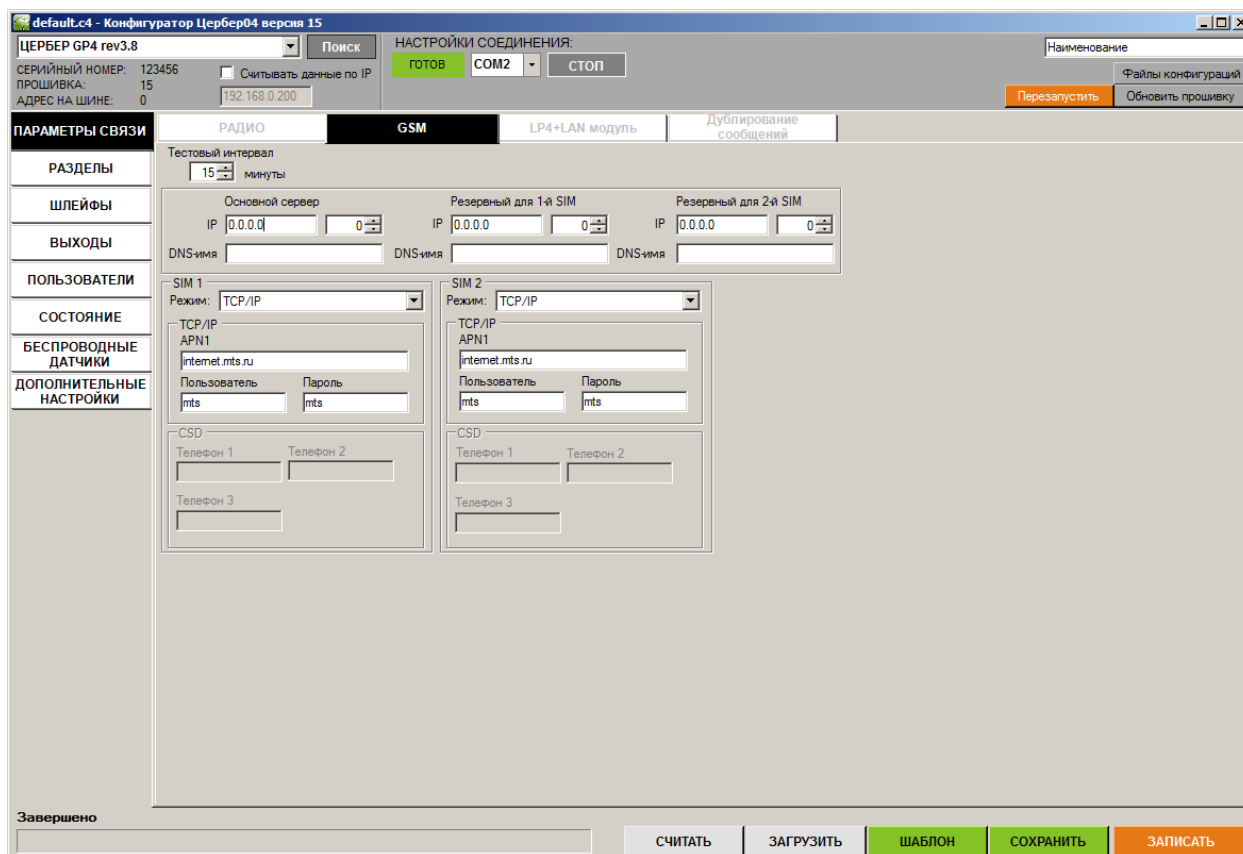

Рис. 11.
1. Из скаченного дистрибутива запускаем программу  prog_cerber04.exe . При запуске программа потребует ввести мастер пароль от программируемого прибора. Заводское значение пароля 000000. После ввода пароля откроется основное окно программы (Рис. 11).